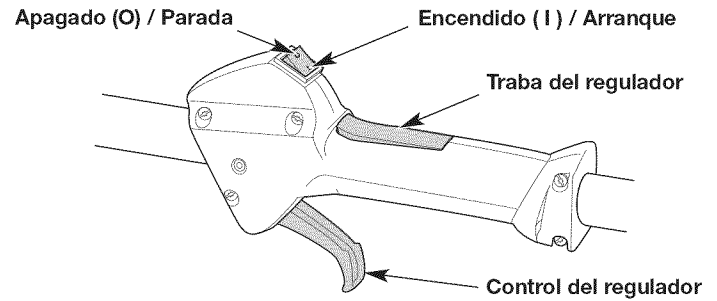

Fig. 9
NOTA: No hay necesidad de encender la unidad. El interruptor de Encendido/Apagado debe estar en la posición ENCENDIDO (I) en todo momento (Fig. 9).
6. **NO** oprima el control del regulador (Fig. 9). Tire de la cuerda con movimiento controlado y firme hasta que la unidad arranque (Fig. 12).
2. Oprima y no suelte el interruptor de control de Encendido y Apagado en la posición APAGADO (O) hasta que el motor se detenga por completo (Fig. 9).
6. **NO** oprima el control del regulador (Fig. 9). Coloque el accesorio Speed Start™ en el puerto Speed Start™ (Fig. 22). Consulte la sección *Operación* del manual del operador del accesorio Speed Start™.